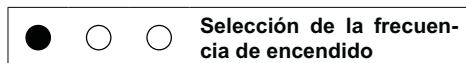

Fig. 5.59
- Para memorizar la configuración, pulsar el botón de restablecimiento 12 durante 5 segundos aproximadamente, hasta que los indicadores luminosos de señalación 9 parpaddeen simultáneamente como en Fig. 5.59.